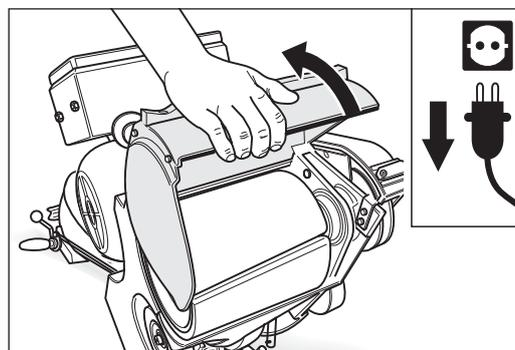

Abb. 45 Den Netzstecker aus der Steckdose ziehen und den Walzendeckel nach oben klappen.
- 4 Klappen Sie den Walzendeckel an der Vorderseite des Maschinengehäuses nach oben (Abb. 45).